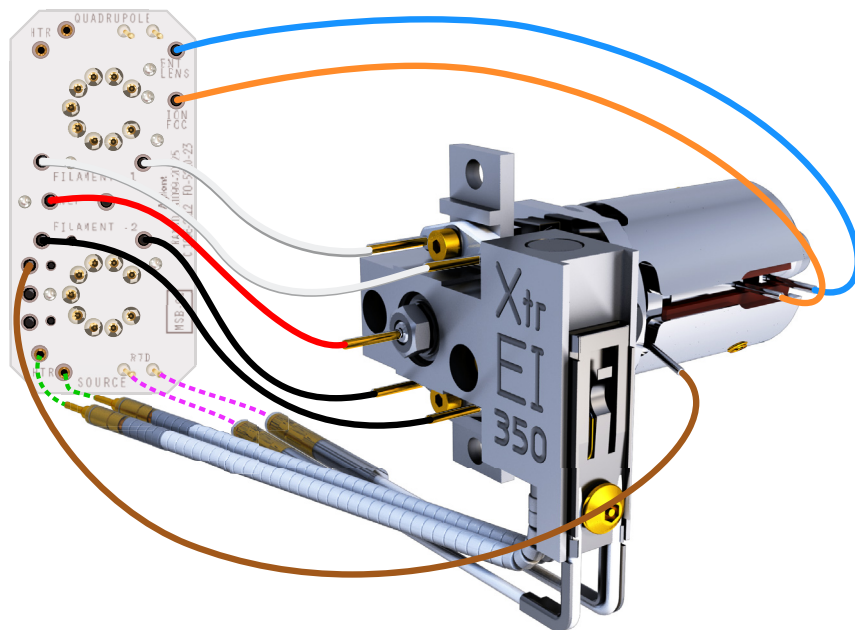

Figura 58 Fiação para a fonte EI Hydrolnerte
- 1 Use pinças ou alicates com ponta agulha para conectar/desconectar os fios da fiação da placa de cerâmica nos conectores da fonte. (Consulte Figura 58.)